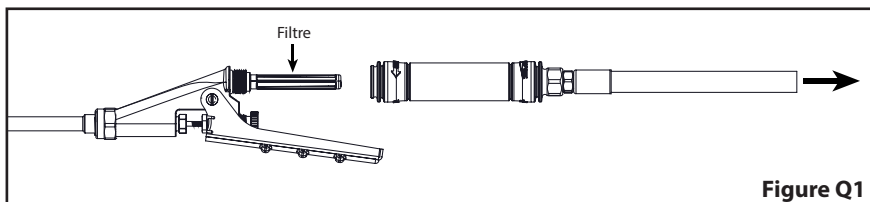

Figure Q1
1. Détachez la poignée et le boyau de la soupape. Retirez délicatement le filtre. Appuyez sur le déclencheur pour vidanger tout le liquide de la soupape. **(Voir la figure Q1)**